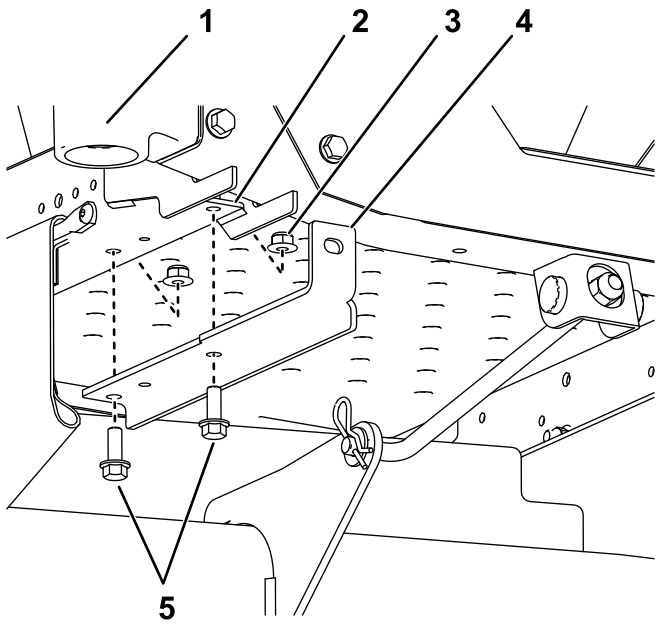

図 4
1. フレームの下にウェイト用ブラケットを取り付けるボルト $\frac{3}{8}$ x 1"2本とロックナット $\frac{3}{8}$ "2個を使用して図 4 のように取り付ける。